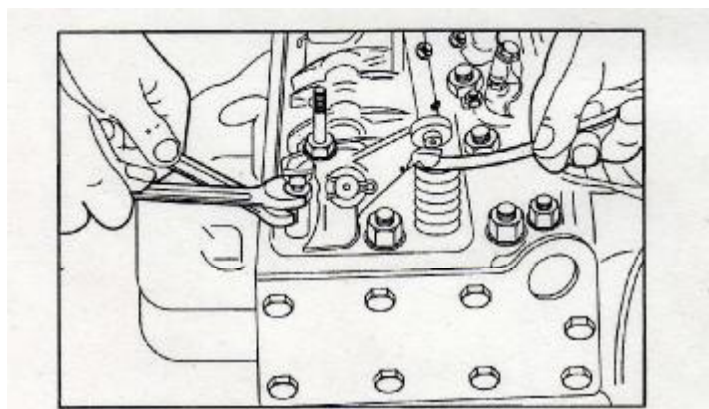

Рис. 3-2 Настройка зазора клапанов
2. Ослабьте регулировочную контргайку; шупом проверьте зазор между коромыслом и клапаном (0,25 мм – впускной клапан; 0,30 мм – выпускной клапан); регулировочным винтом установите нужный зазор; не вынимайте шуп; затяните регулировочную контргайку. После извлечения шупа проверьте зазор еще раз, как показано на Рис. 3-2.